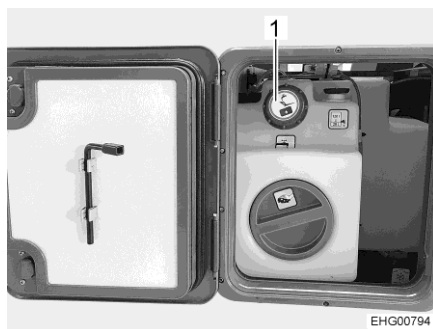

Bild 66 Lock för påfyllningsöppningen för dricksvatten
- ▷ Påfyllningsöppningen för dricksvatten (Bild 66,1) är märkt med symbolen "i".
- Öppna:** ■ Skruva av locket till påfyllningsöppningen för dricksvatten (Bild 66,1).
- Stänga:** ■ Skruva på locket till påfyllningsöppningen för dricksvatten (Bild 66,1).